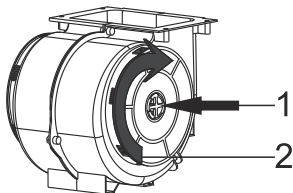

Fig. 7: AF 100 KULSTOFFILTER
- 1-Placer kulfilteret i sit hus.Fig. 7
- 2-Roter kulfilteret med uret og sørg for, at det sidder helt korrekt.Fig. 7